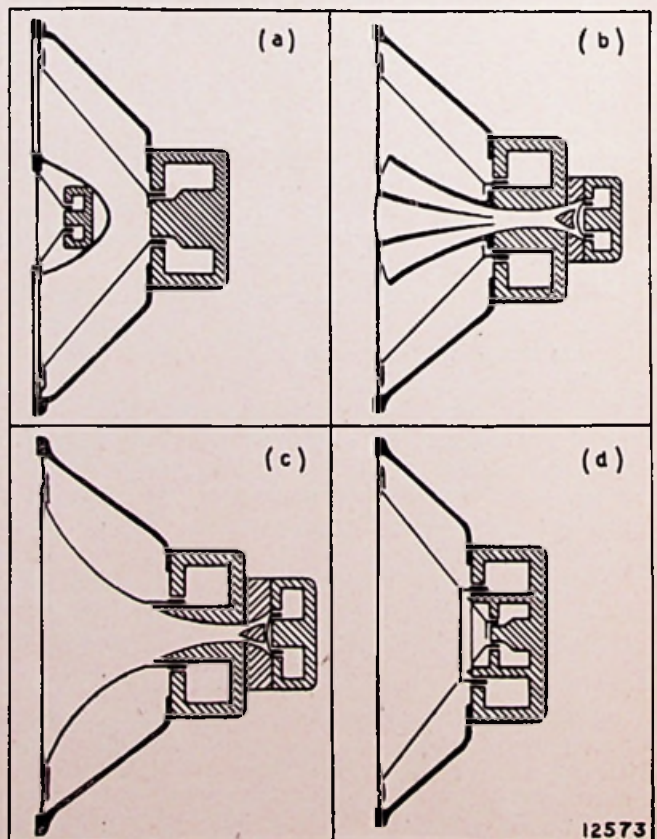

Fig. 1. - Schematische doorsnede van enkele bifonische luidsprekertypen gefabriceerd in de Verenigde Staten
De goedkoopste types zijn samengesteld uit een dynamische luidspreker met een grote conus, waarin aan de voorzijde een kleine luidspreker is opgesteld voor de weergave van de hoge tonen (fig. 1-a). Dit systeem is een van de eenvoudigste, doch is niet zonder gebreken : de door de grote conus uitgestraalde klanken worden gedeeltelijk teruggekaatst door het segment waarin de kleinere luidspreker is ingebouwd en ondergaan een zekere breking. Het gevolg hiervan is een zekere onregelmatigheid bij de frequentieweergave. Andere storingen zijn het gevolg van de verschillende ruimtelijke opstelling van de
Luidsprekertypes van een betere klas, doch complexer en kostelijker zijn samengesteld uit een grote conusluidspreker en een ingebouwde luidspreker met meercellige hoorn (fig. 1-b). De hoorn is opgenomen in het excitatiesysteem van de grotere eenheid. De axiaal doorboorde kern maakt integraal deel uit van de hoorn. Het membraan van de kleinere luidspreker is achteraan gemonteerd en bezit een eigen excitatiesysteem. Deze luidspreker kan een brede frequentieband weergeven en hij bezit een vrij regelmatige richtingskarakteristiek. Nochtans, wegens de verschillende ruimtelijke opstelling van de geluidsbronnen, ontstaan ook hier de onvermijdelijke ruimtelijke interferenties.
In een nog later type, verwezenlijkt door H. F. Olson en J. Preston (2) zijn twee conusluidsprekers achter elkaar geplaatst (fig. 1-d): de twee spreekspoelen worden bekrachtigd door twee concentrische excitatiesystemen. Hierdoor worden de ruimtelijke interferenties totaal uitgeschakeld omdat, in het gebied van de grensfrequenties, de twee diafragma's tegelijk trillen en zich gedragen als een enkele continue stralingsoppervlakte. Geschikte dimensionering van de twee stralingssystemen en afwezigheid van hoorns verzekeren een gelijkmatige richtingskarakteristiek en een buitengewone weergave. Uit zuiver acoustisch standpunt is deze schikking de gunstigste; het enig nadelig element, dat er de toepassing van beperkt, is de te geringe belastingscapaciteit van de spreekspoel van de kleine luidspreker. De toelaatbare elektrische dissipatie in deze spoel (waarvan de massa slechts enkele tienden van een milligram bedraagt) is noodgedwongen zeer beperkt en het vermogen, dat op de luidspreker kan worden aangelegd is, bijgevolg, veel kleiner dan in beide voorgaande modellen.
Hoe beter de focuseringsinrichting van een TV-ontvanger, hoe kleiner de spot. Het eerste gevolg hiervan is een verbeterde definitie. Inderdaad, de afmetingen van het kleinste beeldelement dat de spot goed kan weergeven zijn tenminste gelijk aan deze van de spot zelf. Dit toont fig. 1, waaruit duidelijk blijkt, dat de helderheid van de lichtvlek op iedere willekeurige ogenblik overeenstemt met de gemiddelde helderheid van het op dit ogenblik afgetaste kleine beeldgedeelte. Omgekeerd blijkt hieruit, dat een lichtvlek, die breed genoeg is om de aftastlijn volledig te bedekken de fijnste beelddetails niet kan weergeven; een oppervlakte bestaande uit kleine zwarte en witte elementen wordt immers een grijze vlek.
Fig. 1. - De aftastspool kan onmogelijk rekening houden met beeldelementen, waarvan de afmetingen kleiner zijn dan de zijne. In werkelijkheid tekent de spot op het scherm elementen waarvan de helderheid overeenstemt met de gemiddelde helderheid van oppervlakten met gelijke doormeter. De fijne beelddetails van de kleine tekeningen uit (a) zijn bijgevolg verloren en zij geven alle zeven aanleiding tot eenzelfde, eenvormige, grijze vlek (b), waarvan de schakering gelijk is aan de gemiddelde helderheid van iedere tekening. Hoe kleiner de aftastspot, hoe fijner het detail.